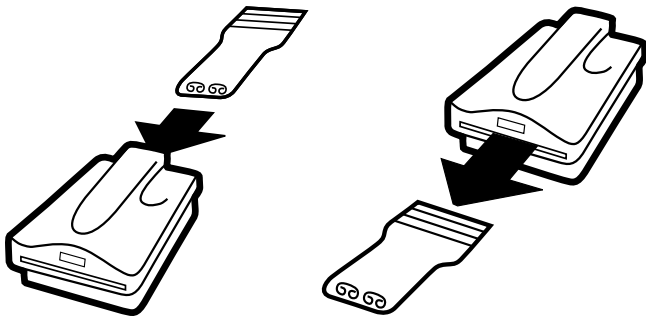

图 5
- 将工具从加温器背面插入,然后从正面将工具拉出 (参见图 5)。